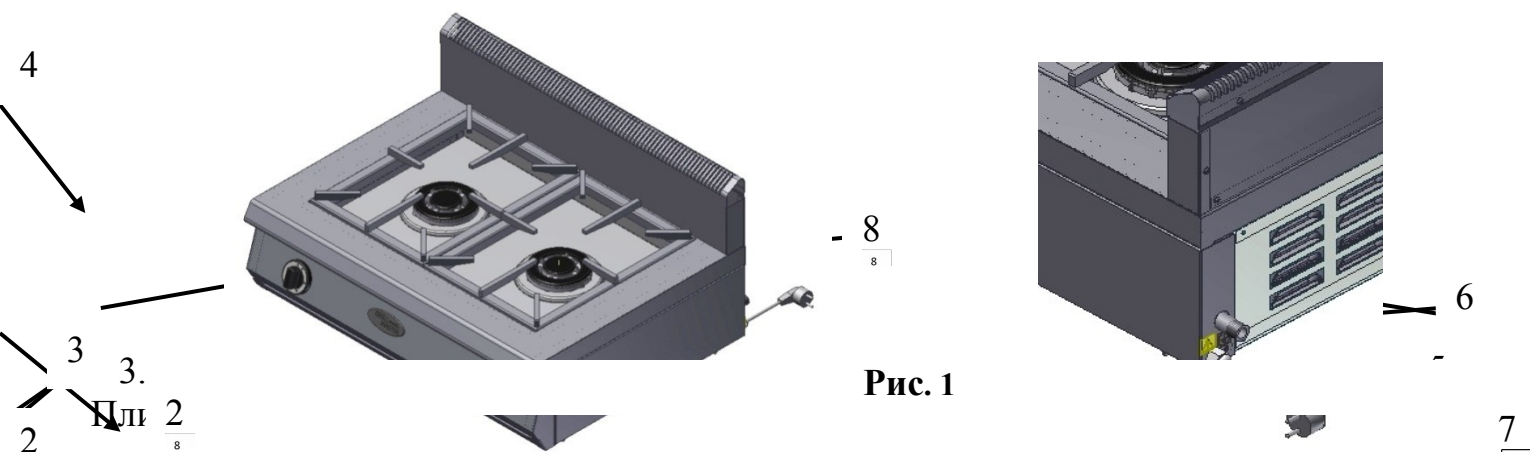

Рис. 1
5.2. Основные части плиты газовой указаны на рис.1 и перечислены в таблице.1. (на примере 2-х конфорочной плиты).